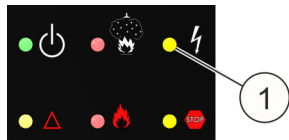

Fig. 21: LED "Guasto"
8. ➤ Controllare se il LED "Guasto" (Fig. 21/1) s'illumina e se nel display viene visualizzata l'indicazione "Guasto comando serbatoio".